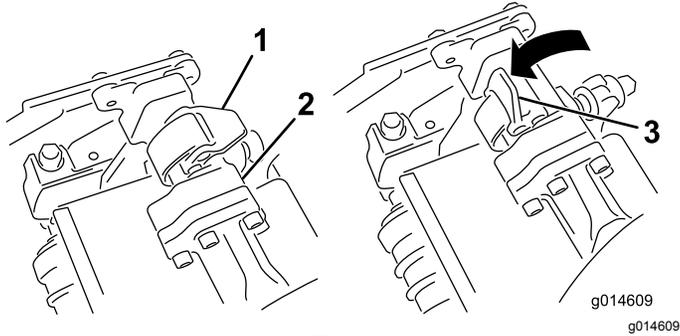
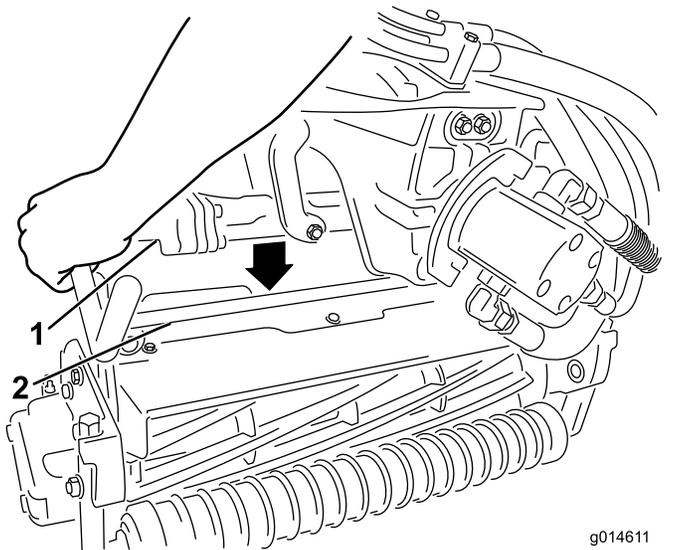

图45
图46
3. 当悬挂臂杆上的门锁指向上方即打开时图45向下压悬挂臂使悬挂臂杆与滚刀组上方的支架相契合图46。
4. 向下并绕着滚刀组横杆关闭门锁将它们锁定到位图45。
4. 打开您正在拆下的滚刀组悬挂臂上的门锁图45。